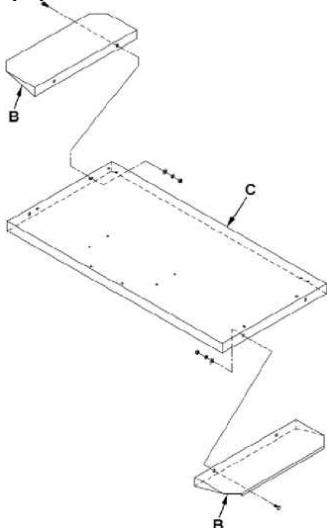

Рис. 1
С помощью шестигранных болтов, шайб и гаек прикрепите расширения (B, Рис. 1) к основанию (C).